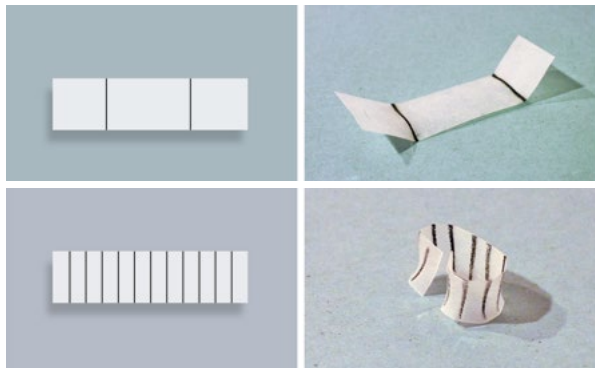

Abb. 6 | Vorher–Nachher
- Erläuterung der Funktionsweise: Farbauftrag mittels schwarzen Farbstiftes. Einschnitte entlang von schwarzen Linien. (→ Abb. 6 und 7)